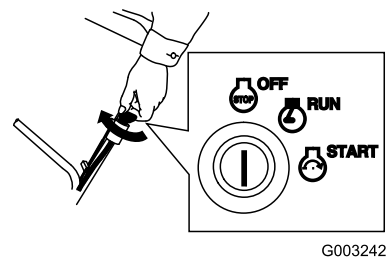

Figure 22
1. Tournez la clé de contact en position Contact coupé (Figure 22).